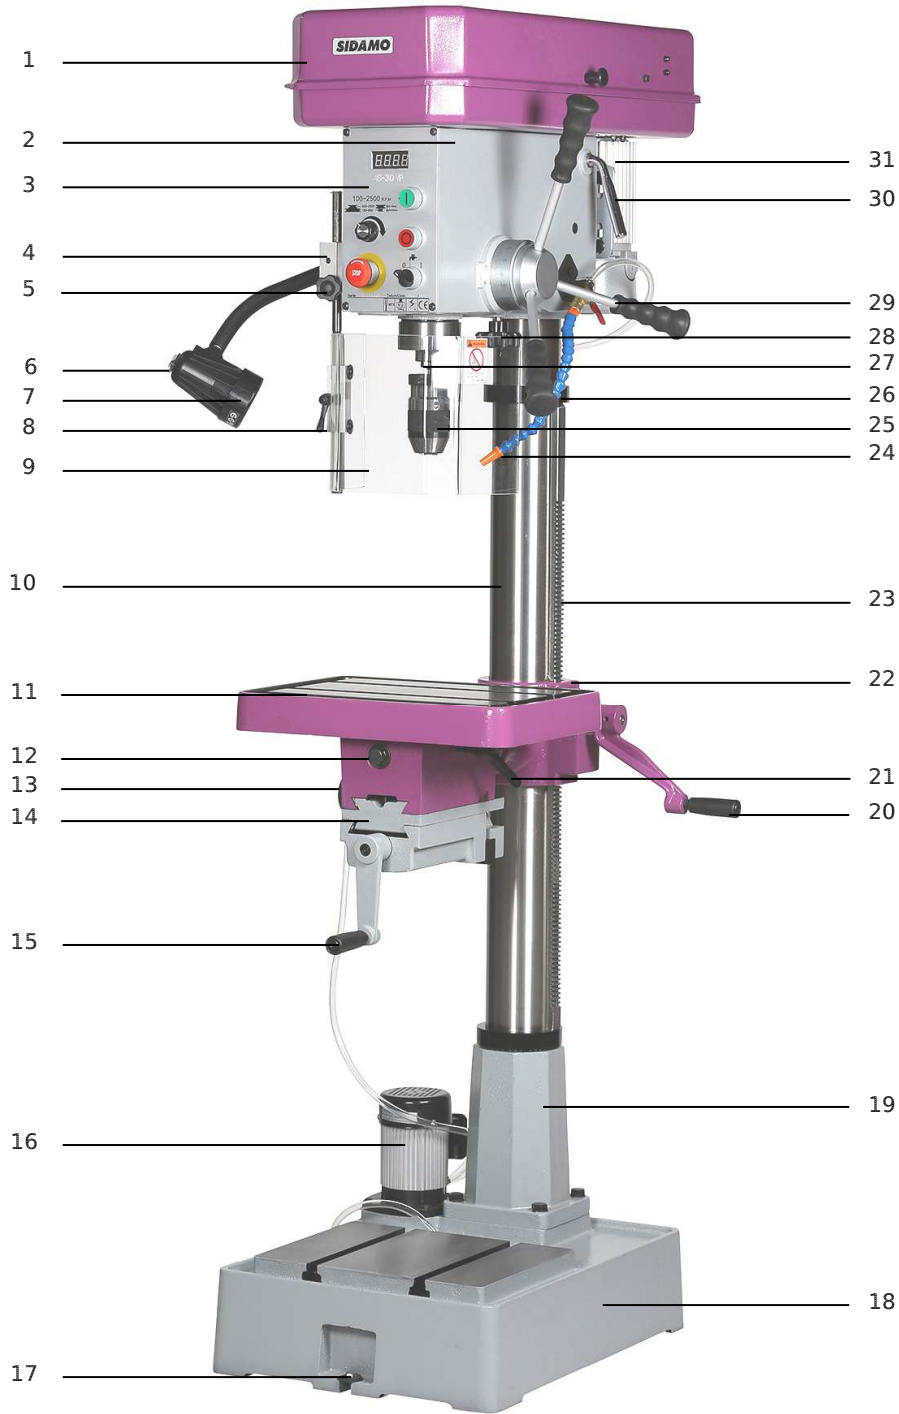

Figure 1
Prévoir des trous de fixation en correspondance des points de fixation scellement base (17 fig.1) et procéder à la fixation. Fixer la machine au sol au moyen de rondelles, d'écrous et de boulons de fixation appropriés enfoncés dans le béton, de sorte qu'elle ait une position la plus stable possible. Avant de serrer les boulons, vérifier si la perceuse est de niveau. Pour corriger, caler des feuilles de tôle d'épaisseur adaptée (tôle témoin) entre le sol et la base de la machine. Pour effectuer les perçages en respectant les critères ergonomiques, la hauteur idéale qui permet de positionner le plan de travail est à environ 90/95 cm du sol.
1. Placer la manivelle « montée/descente » de table-étau avec sa poignée (20 fig.1) sur l'axe du pignon du collier support de table-étau et serrer la vis de serrage de la manivelle contre la partie plate de l'axe du pignon (A).
2. Les bras de cabestan (29 fig.1) doivent être correctement installés pour la descente de broche :
- Visser les bras de cabestan sur le cabestan (B) et serrer.
3. Assembler correctement l'ensemble complet de l'écran de protection mandrin (9 fig.1).
4. Serrer la poignée de blocage de déplacement de l'écran de protection mandrin (8 fig.1).
5. Glisser l'ensemble complet de l'écran de protection mandrin dans son support situé sur le côté gauche de la tête de perceuse (4 fig.1).
6. Mettre le circlips (E) pour éviter que l'axe ne sorte de son support.
7. Positionner l'axe et serrer la poignée (5 fig.1).